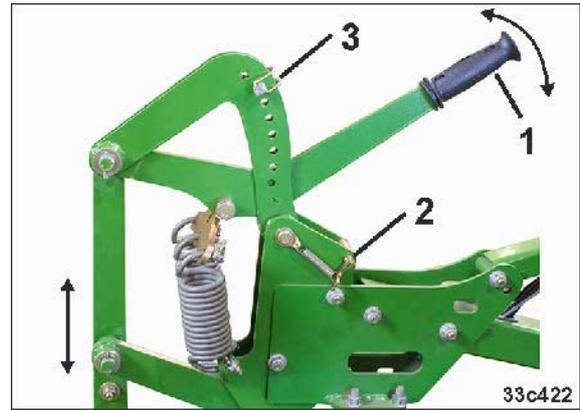
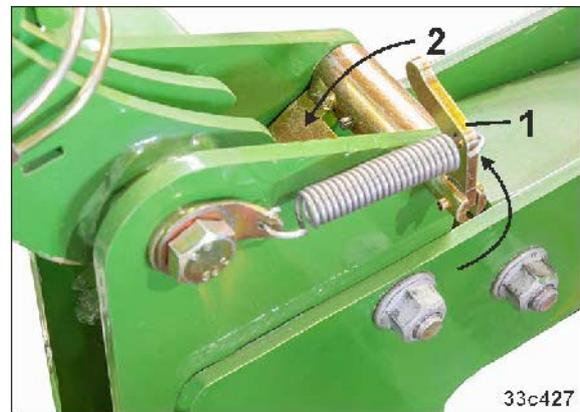

Fig. 179
Fig. 180
2. El ajuste de la presión del rodillo se realiza moviendo regularmente la palanca de ajuste (Fig. 179/1) en todos los segmentos de ajuste.
- 2.2 asegurarse de que la palanca de trinquete (Fig. 179/2) se encuentre en posición de trabajo (Fig. 180/1)
- El trinquete de cierre indica hacia abajo (Fig. 180/2)
3. Mover la palanca de mando (Fig. 179/1) a la posición deseada